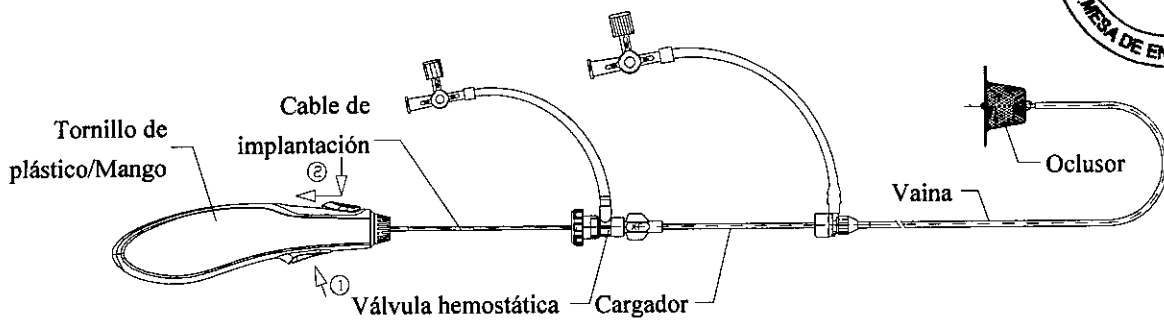

Figura 7 Ilustración de la liberación del oclucor
- Suelte el dispositivo cuando la posición sea satisfactoria. Presione el botón azul y desplace hacia atrás mientras mantiene presionado el botón naranja. Retraiga suavemente el cable hasta que se separe del ocluser. Saque finalmente el cable de implantación y la vaina del paciente. (Vea la Figura 7).